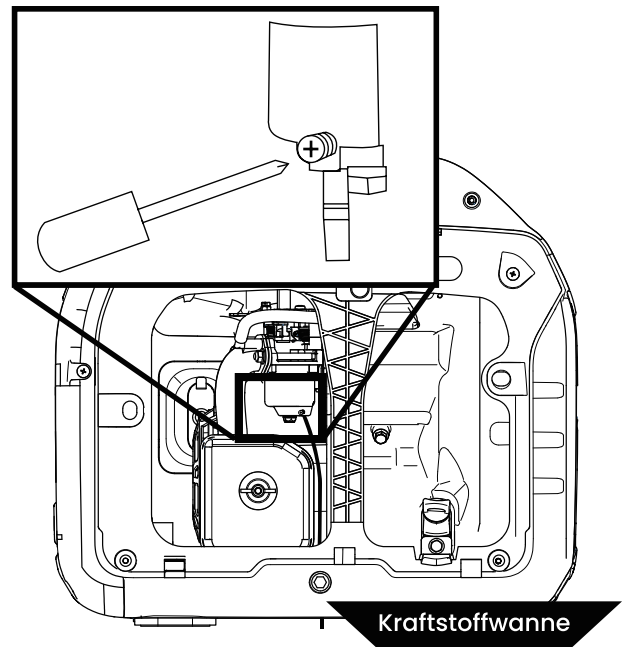

Abbildung 17: Lockern der Schwimmerkammerschraube
3. Lockern Sie die Ablassschraube der Schwimmerkammer (siehe Abbildung 17), bis der Kraftstoff aus der Schwimmerkammer abläuft.